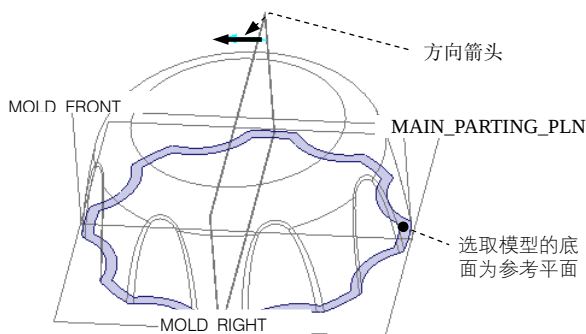

图 18.3.4 定义草绘平面
(1) 单击 **模具** 功能选项卡 **形状** 区域中的  按钮，此时系统弹出“拉伸”操控板。
(2) 创建实体拉伸特征。
① 选取拉伸类型。在出现的操控板中，确认“实体”类型按钮  被按下。
② 在绘图区中右击，在弹出的快捷菜单中选择 **定义内部草绘...** 命令。选取 MOLD_RIGHT 基准面作为草绘平面，选取图 18.3.4 所示的模型底面为草绘平面的参考平面，方位为 **底部**。单击 **草绘** 按钮，至此系统进入截面草绘环境。